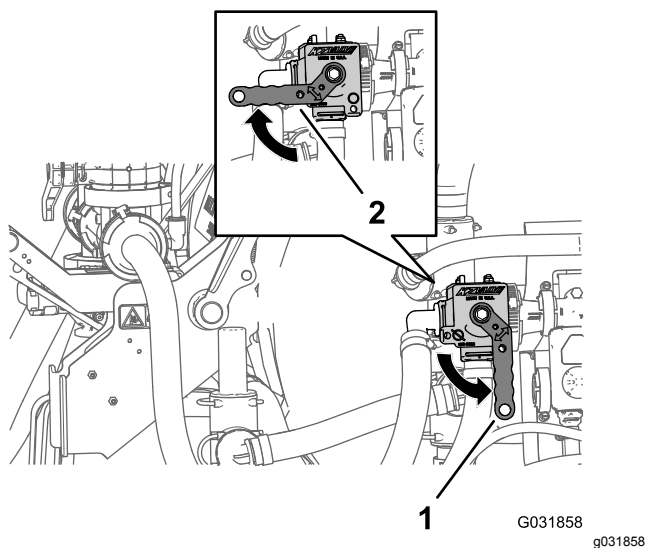

Figura 248
4. Aprite la valvola di intercettazione del fluido per il nebulizzatore ruotando la maniglia in senso antiorario in posizione di apertura OPEN (Figura 248).
Nota: Per arrestare il flusso di fluido verso il nebulizzatore, ruotate la manopola della valvola di intercettazione del fluido in senso orario di 90 gradi, in posizione di CHIUSURA (Figura 248).